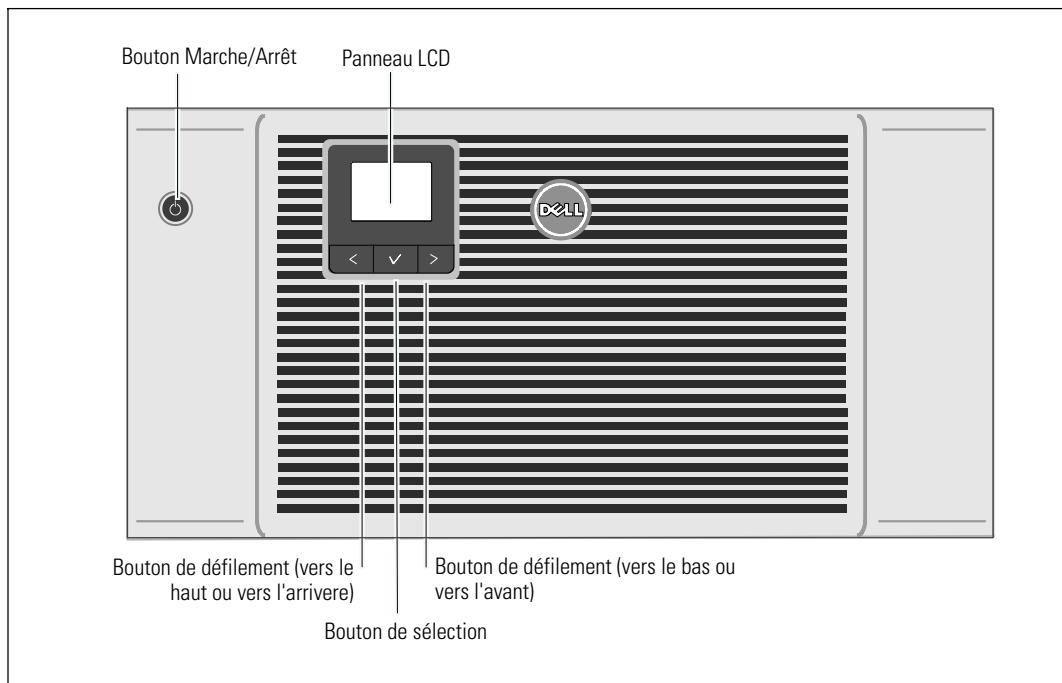

Figure 27. Commandes de l'onduleur
La Figure 27 montre les différentes commandes de l'onduleur Dell Online Rack.
L'écran LCD du panneau avant de l'onduleur s'allume (voir Figure 27). L'écran de démarrage Dell passe à l'écran de résumé d'état de l'onduleur. L'écran du panneau avant de l'onduleur affiche l'icône du mode Veille .
- 3 Appuyez sur le bouton  sur le panneau avant de l'onduleur (voir Figure 27).
- 4 Sur le panneau de commande, appuyez sur le bouton  pour vérifier les notifications ou les alarmes actives (voir Figure 27). Traitez toutes les alarmes actives avant de continuer. Voir « Dépannage » à la page 90.